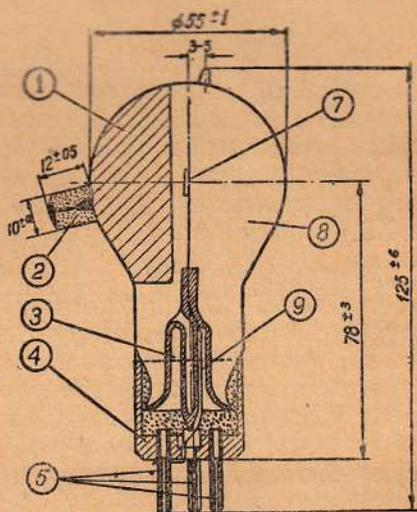

Рис. 2. Фотоэлемент типа ЦГ-1.
1) ЦГ-1 (рис. 2) с наибольшим диаметром стеклянной колбы, равным 55 мм. ЦГ-1 имеет стандартный цоколь радиолампы. К анодному штырьку цоколя припаян вывод от анода фотоэлемента.